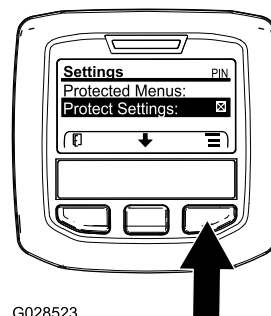

Figura 16
1. Dal MENU PRINCIPALE, premete il pulsante centrale per scorrere fino al MENU IMPOSTAZIONI, poi premete il pulsante destro (Figura 16).